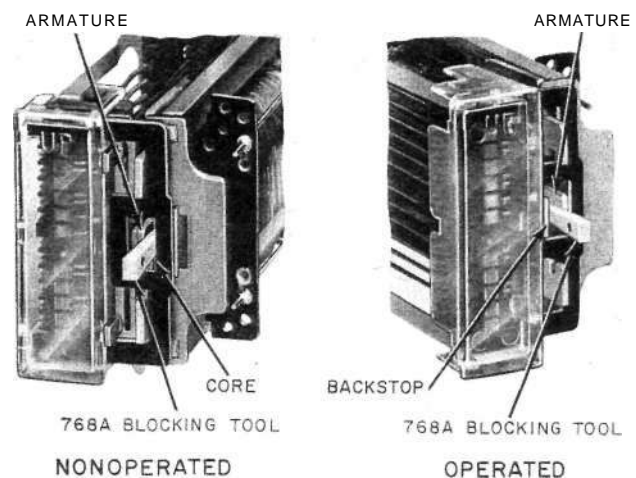

Fig. 8—Blocking AF-, AG-, AJ-, and AL-Type Relays
3.08 AF-, AG-, AJ-, AK-, AL-, AM- 286-, 287-, and 288-Type Relays: Fig. 8, 9, and 10.